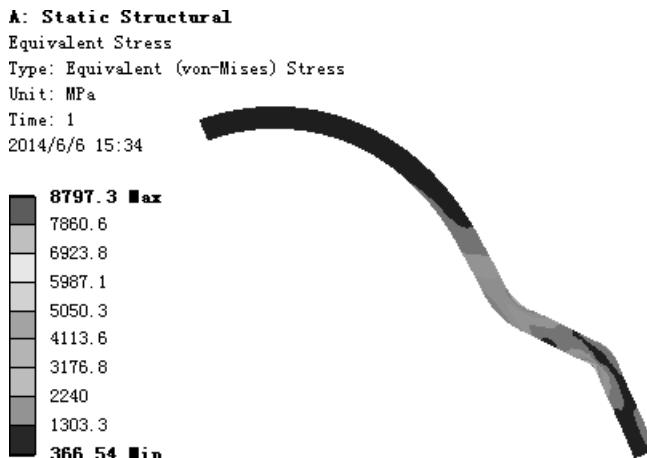

图 7.5.44 应力结果图解
(1) 求解分析。在顶部工具栏中单击 **Solve** 按钮求解分析。
(2) 查看应力结果图解。单击 **Solve** 按钮，在“Outline”窗口中选中 **Equivalent Stress**，查看图 7.5.44 所示的总应力结果，其最小应力为 366.54MPa，最大应力为 8797.3 MPa。